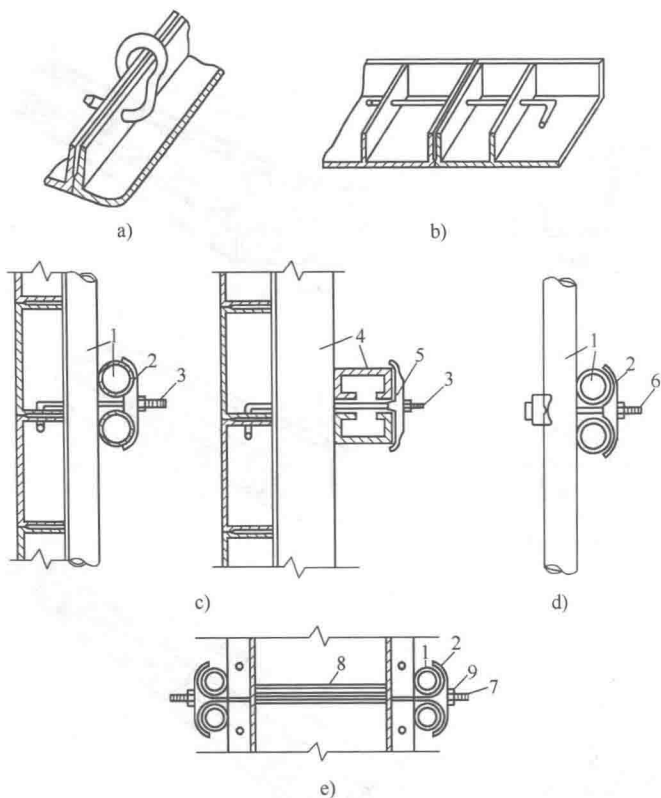

图 1-4 钢模板连接件
(2) 定型组合钢模板的连接件包括 U 形卡、L 形插销、钩头螺栓、紧固螺栓、对拉螺栓和扣件等, 如图 1-4 所示。